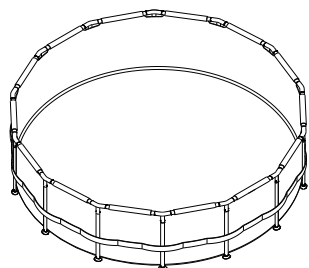

Figure 10
15. Faites le tour de la piscine et contrôlez le bon montage et verrouillage de tous les raccords, bouton-poussoirs de goupilles, jambes et longerons. Assurez-vous que le raccord de vidange est fermé correctement et que le capuchon est bien en place (voir la Figure 10).